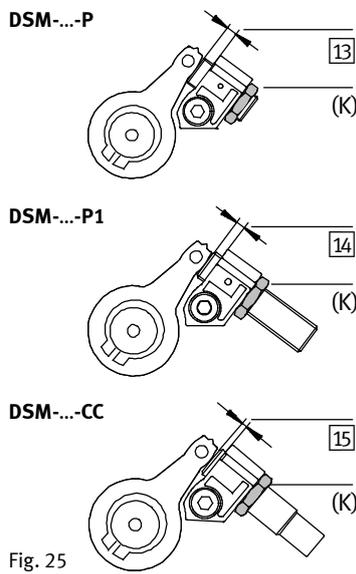

Fig. 25
- Desserrer le contre-écrou (K) (Fig. 25) de l'amortisseur. La longueur de desserrage de l'amortisseur (amortisseur en élastomère [13] / [14] ou amortisseur [15]) permet de compenser l'écart de fin de course. Cet écart est créé lors du réglage en rapprochant l'amortisseur du levier de butée sans pression.